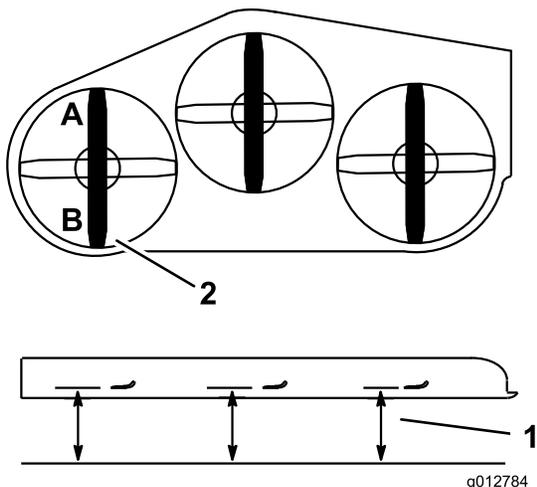

図 85
2. **A**位置で、平らな床面からブレードの刃先までの高さを測り、測定値を記録する（図 85）。
3. **B**位置で、平らな床面からブレードの刃先までの高さを測り、測定値を記録する（図 85）。
4. **A**位置におけるブレードの高さが、**B**位置におけるブレードの高さよりも 6~10 mm 低ければ適正である（図 85）。高さの差がこの範囲内には以下の手順で調整する。